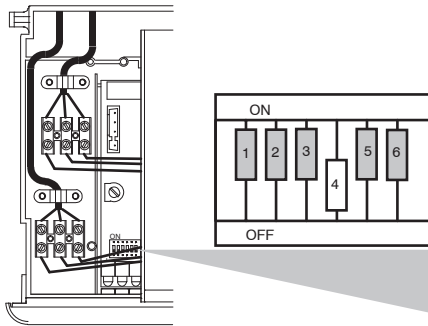

Fig. 8.12
- 2 Disconnect power supply to boiler, set the DIP switches of the board as shown in the Fig. 8.12
- 2 Отключите подачу электрического питания к котлу, настройте «впаиваемый в печатную плату пакет миниатюрных переключателей» платы, как показано на Fig. 8.12